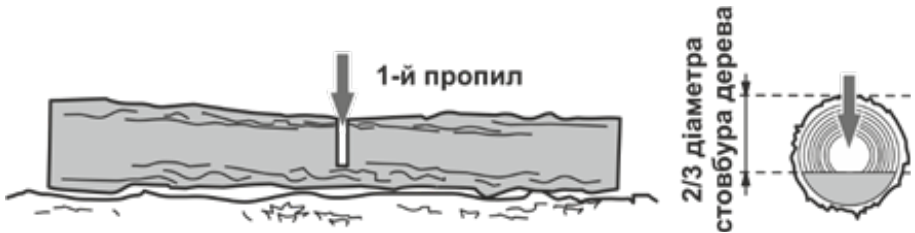

Рисунок 14. Схема попереднього розпилу колоди.
1. Перший розпил зробити зверху вниз на 2/3 діаметра стовбура дерева (1, рис. 14).